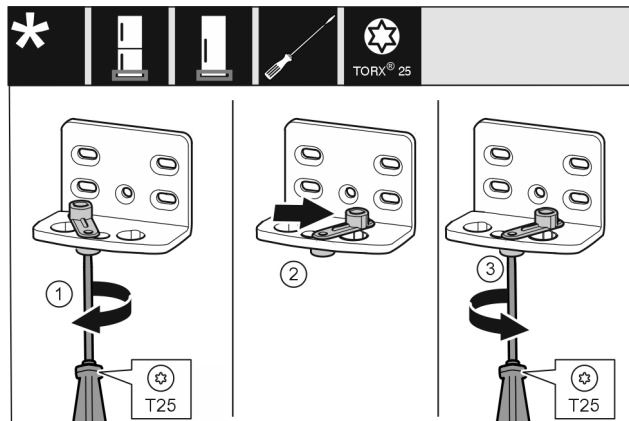

Fig. 12
- ▶ Lekko odkręcić śrubę przy pomocy śrubokręta T25. Fig. 12 (1)
- ▶ Unieść element ułatwiający zamykanie drzwi, a następnie obrócić w otworze w prawo o 90°. Fig. 12 (2)
- ▶ Śrubę przykręcić przy pomocy śrubokręta T25. Fig. 12 (3)